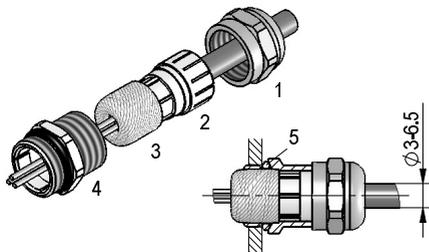

Abb. 9: Kabelanschluss PG7
- Die Mutter (1) und den Kunststoffeinsatz (2) auf das Kabel schieben (Abb. 9).
- Das Abschirmgeflecht (3) über den Kunststoffeinsatz (2) zurückstülpen.
- Litzen durch die Verschraubung (4) schieben. Kunststoffeinsatz (2) in die Verschraubung einpassen.
- Die Mutter (1) aufschrauben und die komplette Verschraubung (mit O-Ring (5) zur Abdichtung) an der Haube anbringen.